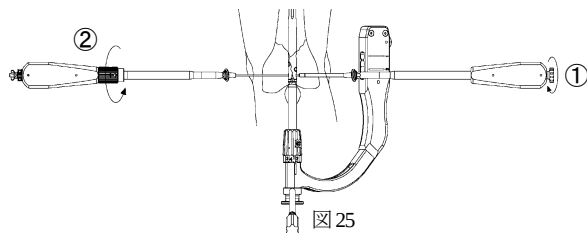

図 25
- 19) 顎部用シャフトスクリーと顎部用ロックナットを挿入します。(図 25, 26)
- ① 顎部用シャフト SW 用ドライバー (ロック型) に選択した長さのシャフトスクリーを組付け、グリップ後端のつまみを締付け固定します。
- ② 顎部用ロックナットドライバー (把持型) にロックナットを組付け、グリップ前方のつまみを回転させてロックナットを把持します。
- ③ ガイドワイヤー越しに挿入し、いずれかのドライバーを保持しながら、一方のドライバーを回転させて圧迫固定します。